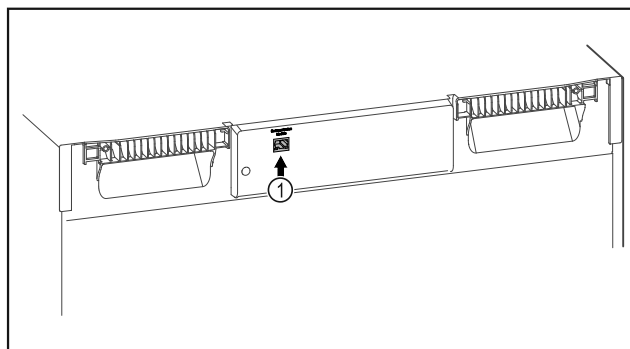

Fig. 118
- ❑ SmartModule Fig. 118 (1) ist eingesetzt.